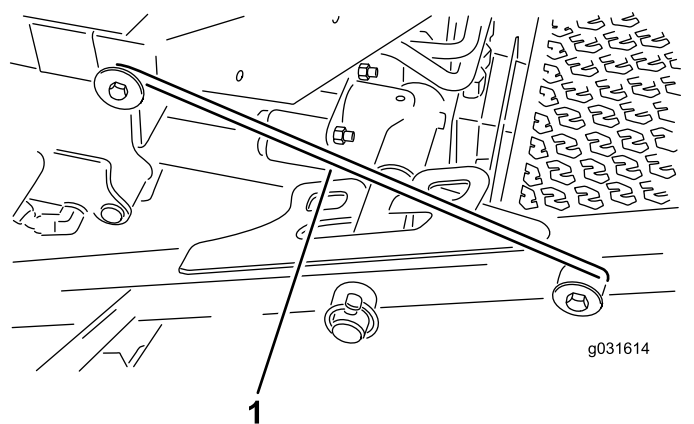

Figura 31
4. Desenganche la varilla de bloqueo del enganche del bastidor de tiro delantero (Figura 31).
5. Levante la parte exterior de las unidades de corte delanteras y coloque la varilla sobre el perno del bastidor montado en la parte delantera de la plataforma del operador (Figura 31).